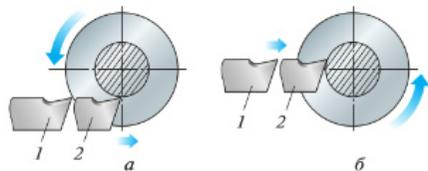

Рис. 5.26. Положение отрезного резца в конце отрезания заготовки: *а* — при установке ниже центра; *б* — при установке выше центра (*1, 2* — положение резца)
1. Отрезной резец устанавливают строго перпендикулярно оси заготовки, как можно точнее по линии центров. Если его установить ниже линии центров, то повышется давление на переднюю грань (рис. 5.26, *а*). Если выше, то увеличивается трение его задней поверхности об обрабатываемую поверхность (рис. 5.26, *б*). Всё это может служить причиной поломки инструмента.